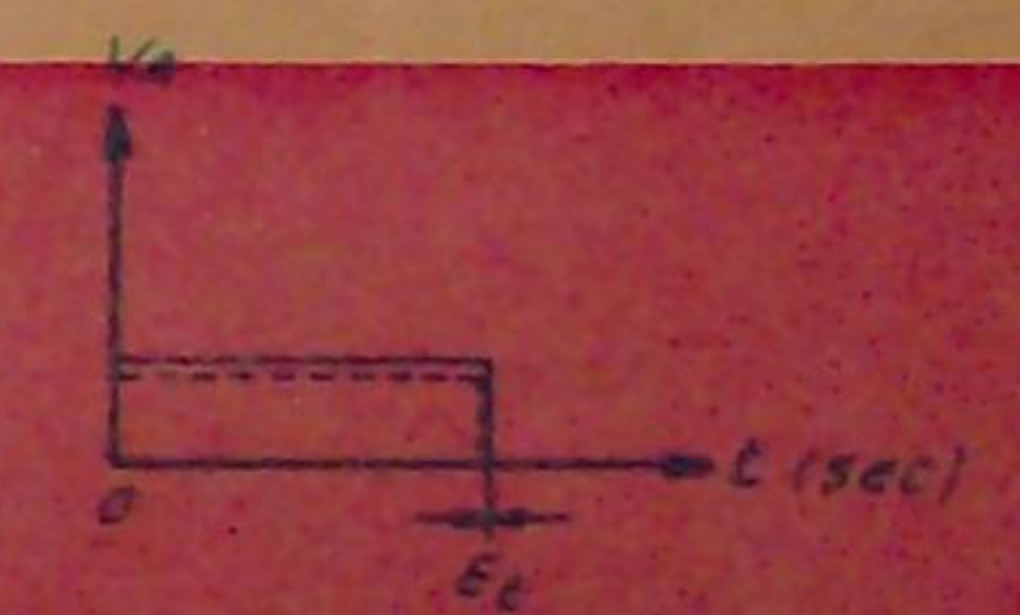

Fig. 2 Eroarea de timp E_t la temporizatorul CU CI
Modul de funcționare a dispozitivului de traforaj se vede în fig. 2. Roata cu excentric (1) pune în mișcare, prin intermediul bielei (2), axul (3), de care este fixată pinza (4). Axul (3) se deplasează cu ușurință în lagărul (5), rigidizat pe placa (6). De aceeași placă se fixează cu două șuruburi o talpă (7) asemănătoare cu a unei mașini de cusut. Talpa alunecă pe suprafața materialului de tăiat urmînd trasarea făcută anterior.